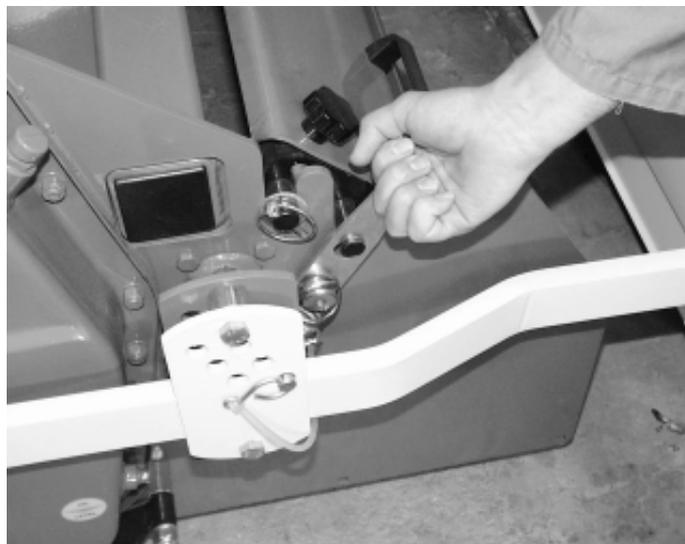

fig. 43
- En caso de imposibilidad de hacer girar el rotor, debe retirarse la cubierta niveladora desbloqueando las fijaciones a la derecha y a la izquierda de la cubierta (fig. 43)